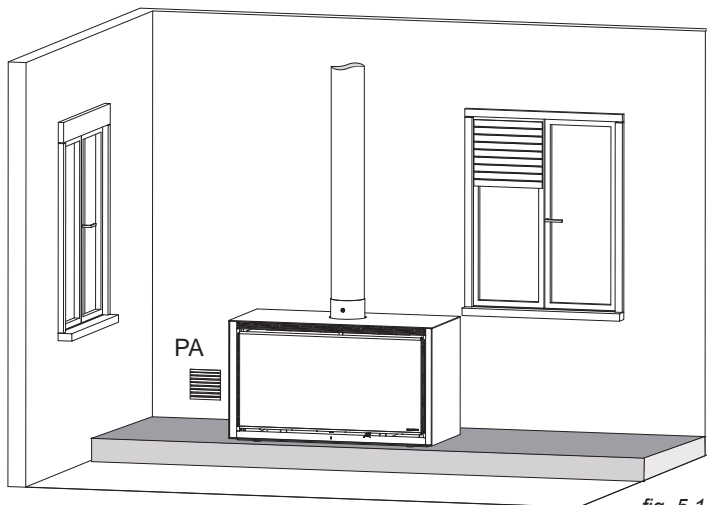

fig. 5.1
- ! Der Heizofen entnimmt dem Raum, in dem er steht, während des Betriebs eine gewisse, wenn auch geringe Luftmenge; diese Luft muss durch eine Lüftungsöffnung von außen wieder dem Raum zugeführt werden (Abb. 5.1 - PA = Lüftungsöffnung).